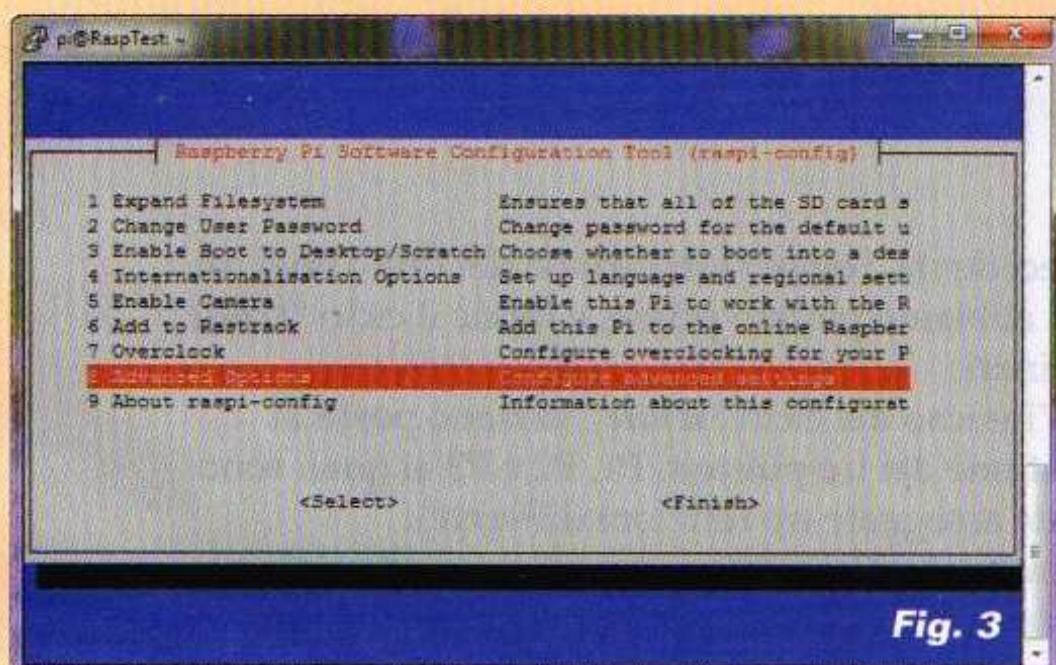

Fig. 3
- come in **Fig. 3**, selezioniamo la voce **"Advanced Options"**;